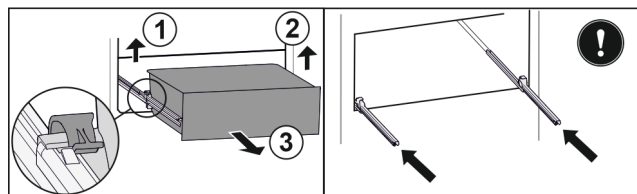

Fig. 26*
- ▶ Linker klem optillen en gelijktijdig de lade links naar voren trekken Fig. 26 (1).*
- ▶ Rechter klem optillen en gelijktijdig de lade rechts naar voren trekken Fig. 26 (2).*
- ▶ Lade er naar voren uitnemen Fig. 26 (3).*